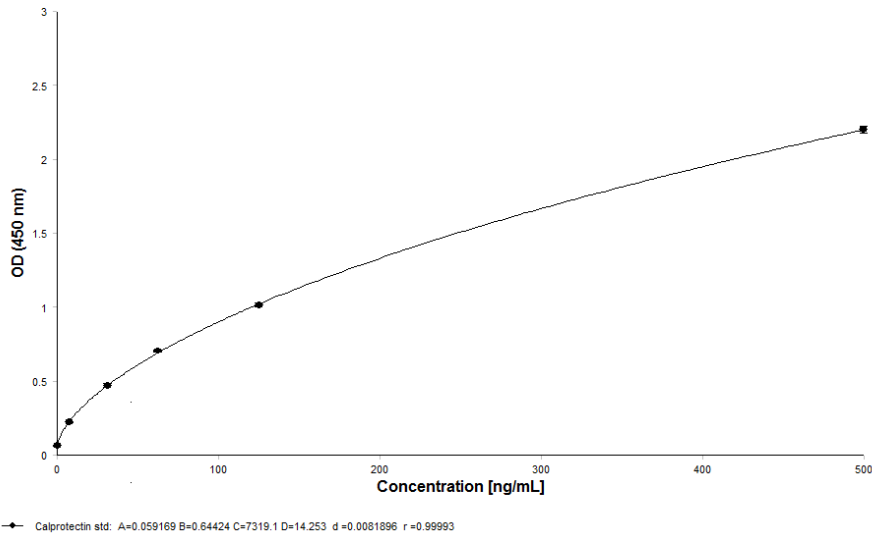

Figura 1: Una curva estándar representativa de 4 parámetros.
- Como guía, el valor de DO del calibrador F (500 ng/ml) debe ser  $\geq 1.6$  y el valor de DO del calibrador A (0 ng/ml) debe ser  $\leq 0,25$ . Una curva estándar representativa se muestra en la figura 1.